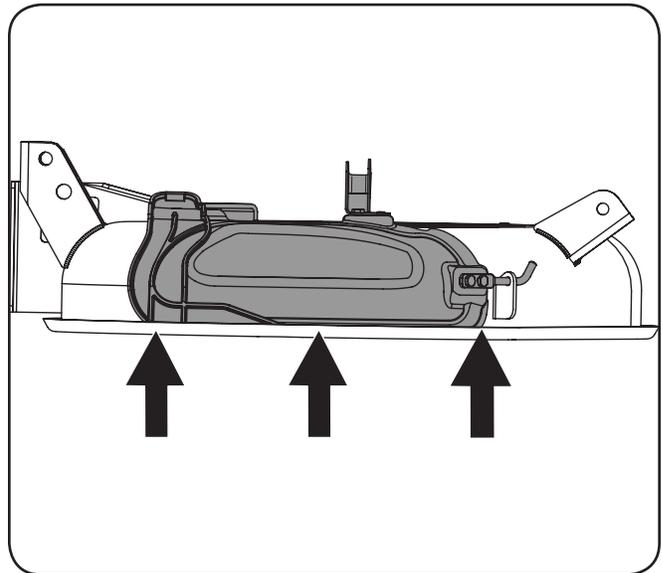

Figure 1-5
**IMPORTANT:** Assurez-vous que le dessous du bouchon de déchetage est bien placé sur le rebord de l'ouverture du plateau de coupe. Voir Figure 1-5.